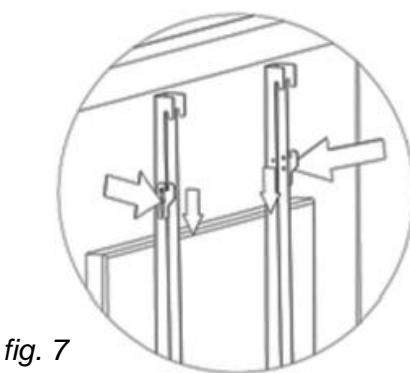

fig. 7
50. Allentare le staffe inferiori sulle travi verticali (fig. 7)